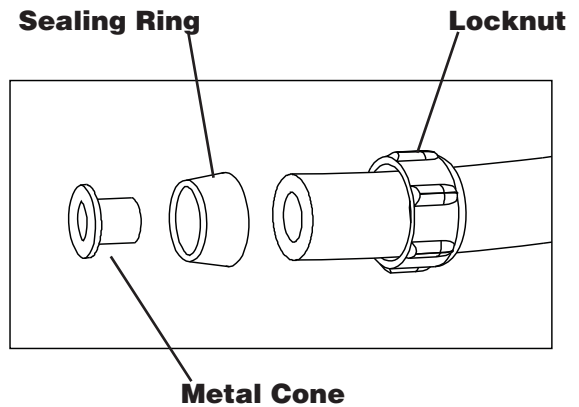

Figure 5
9. Remove large nut and components from Liquid Tight fitting (5).
10. Insert the locknut onto the watertight conduit.- **See Fig 5**
11. Insert the sealing ring onto the conduit with the tapered end toward the end of the conduit. Insert the metal cone into the end of the conduit. **See Fig 5**
9. Retirer le grand écrou et les composants du raccord étanche aux liquides (5)
10. Insérez le contre-écrou dans le conduit imperméable. Voir la fig 5
11. Insérez l'anneau d'étanchéité dans l'extrémité fuselée du conduit de l'anneau d'étanchéité vers l'extrémité du conduit. Insérez le cône en métal dans l'extrémité du conduit. Voir la fig 5
9. Retire la tuerca grande y los componentes del conector a prueba de filtración (5).
10. Coloque la tuerca de seguridad sobre la superficie impermeable del conducto. Veá Fig. 5
11. Coloque el anillo de sellado en el extremo cubierto por el conducto del anillo de sellado hacia el extremo del conducto. Coloque el cono de metal en el extremo del conducto. Veá Fig. 5